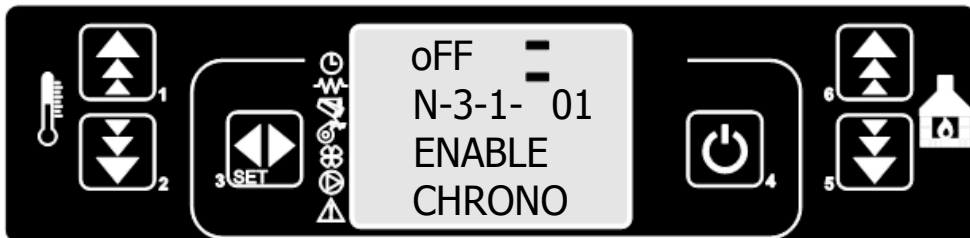
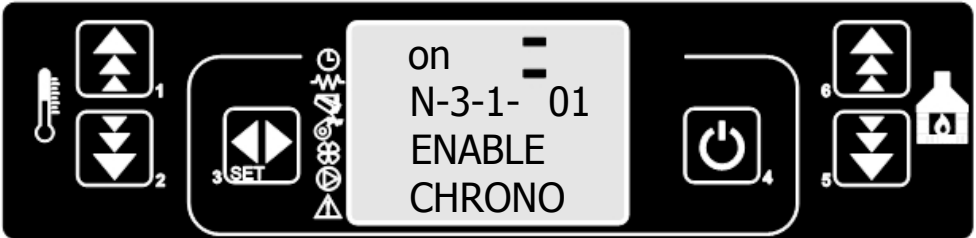

Imagen 25
Imagen 26
Pulse la tecla SET, la pantalla es como se muestra en **la imagen 25**. Pulsando la tecla 1 encendemos cronómetro (ON) como se muestra en **la imagen 26**.